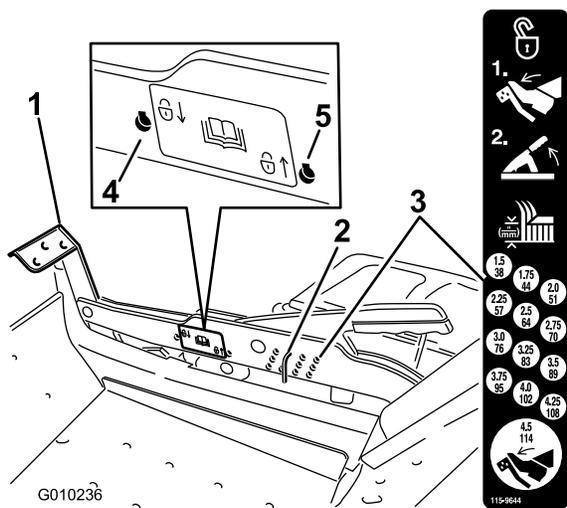

Figura 28
1. Pise el pedal de elevación de la carcasa y eleve la carcasa a la posición de transporte (que es también la posición de altura de corte de 114 mm (4-1/2 pulgadas) (Figura 28).
2. Para ajustar la altura de corte, retire el pasador del soporte de altura de corte (Figura 28).
3. Seleccione el taladro del sistema de altura de corte que corresponde a la altura de corte deseada, e inserte el pasador (Figura 28).
1. Pise el pedal de elevación de la carcasa y eleve la carcasa de corte a la posición de transporte (altura de corte de 114 mm/4.5 pulgadas) (Figura 28).
2. Retire el pasador del soporte de altura de corte (Figura 28).
3. Seleccione el taladro inferior en la pegatina de bloqueo e inserte el pasador (Figura 28).
4. Seleccione el taladro superior en la pegatina de bloqueo e inserte el pasador (Figura 28).